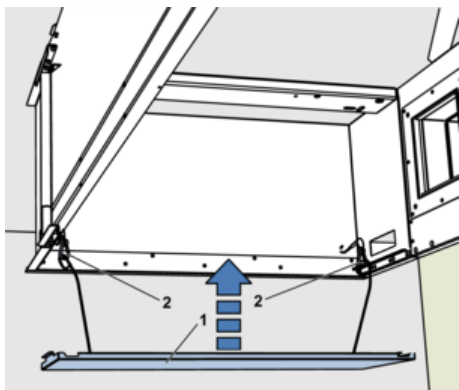

Abb. 20: Seitenblenden einlegen
5. ▶ Die Seitenblenden (Abb. 20/1) am Fangseil (Abb. 20/2) einhängen und einlegen.